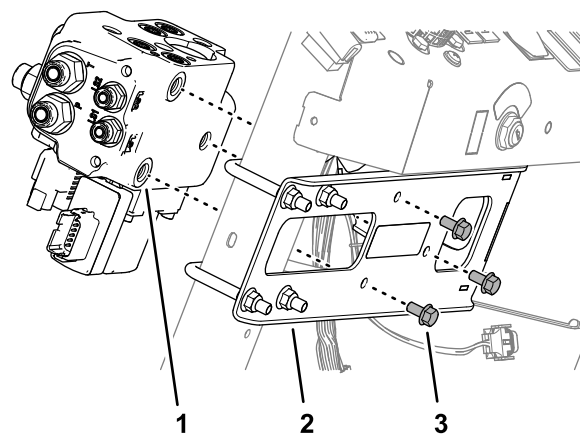

図 81
1. EHIステアリングバルブの本体の穴をマニホールドマウントの穴に合わせます (図 81)。
2. 3本のフランジヘッド押さえネジ (8 x 16 mm) を使ってバルブをマウント (図 81) に固定します。